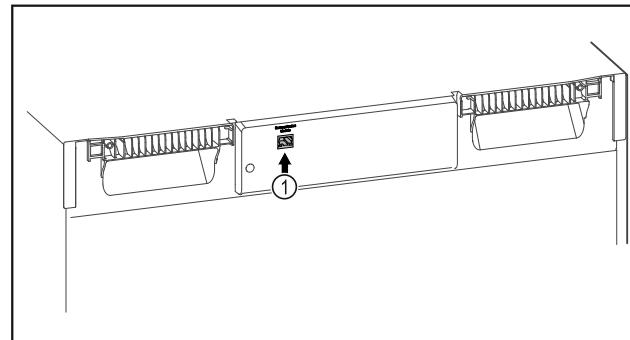

Fig. 101
- SmartModule Fig. 101 (1) ist eingesetzt.